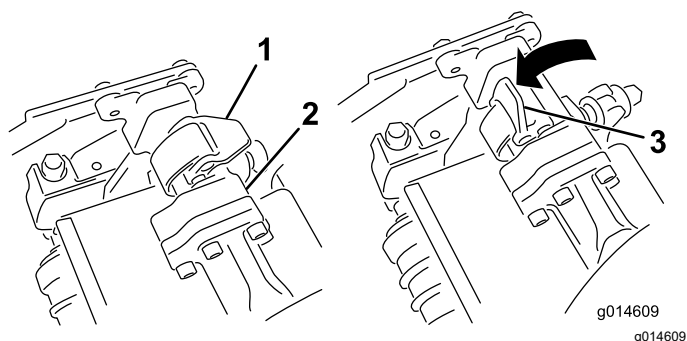
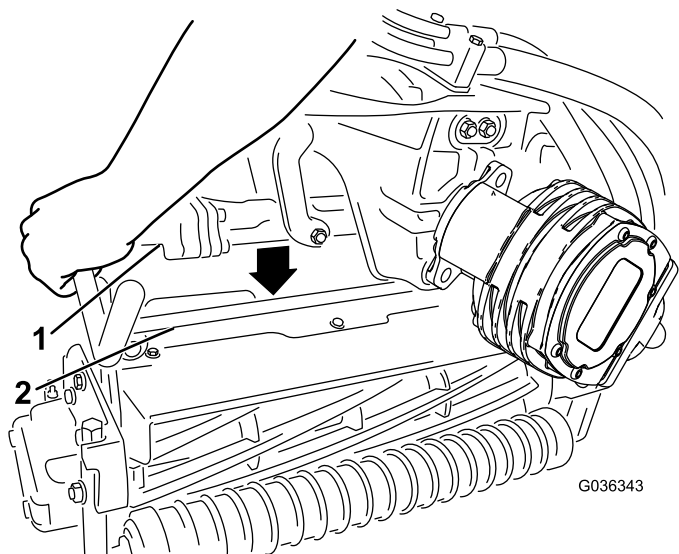

Figure 62
Figure 63
4. Les verrous de la barre de bras de suspension étant orientés en haut (c.-à-d. ouverts) (Figure 62), poussez le bras de suspension vers le bas pour que la barre s'engage sur la barre transversale au sommet de l'unité de coupe (Figure 63).
5. Fermez les verrous autour de la barre de l'unité de coupe et bloquez-les en place (Figure 62).
5. Ouvrez les verrous sur la barre du bras de suspension appartenant à l'unité de coupe que vous voulez déposer (Figure 62).